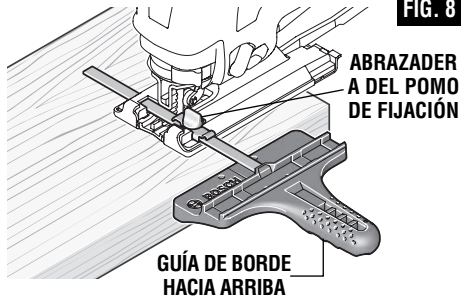

FIG. 8
1. Introduzca la barra de la guía a través de la abrazadera del pomo de fijación y luego a través de las ranuras provistas en el pie, desde cualquiera de los lados de dicho pie, con la guía de borde orientada hacia ARRIBA (Fig. 8).
2. Enganche la abrazadera del pomo de fijación sobre el borde de la placa-base, ajuste el tope-guía a la anchura deseada y apriete firmemente la abrazadera del pomo de fijación (Fig. 8).